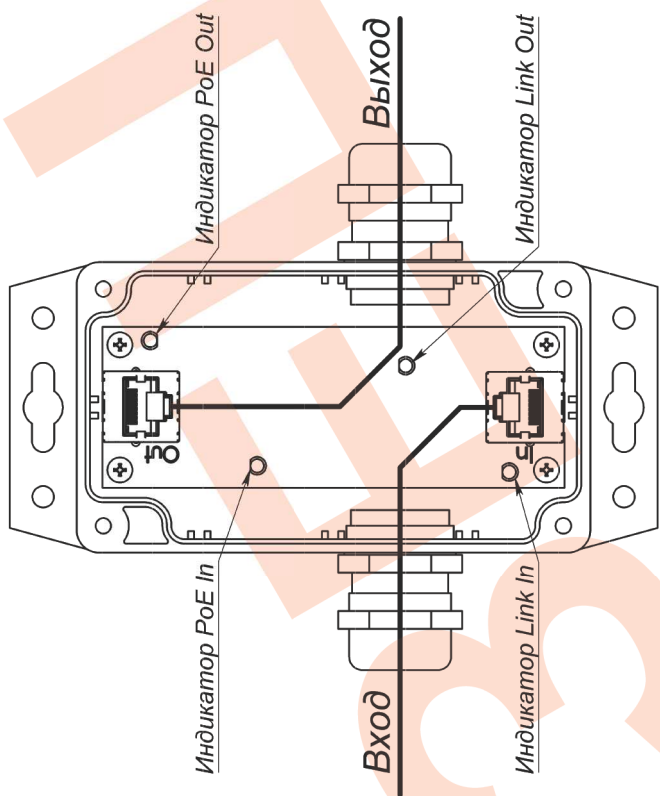

Рис.3 Удлинитель УЛИ-ЕП исп.1 (крышка не показана)
2. Подключите «Входной» и «Выходной» 4-х парные кабели UTP кат.5е или выше к разъемам RJ45 «In» и «Out» платы УЛИ-ЕП исп.1 через гермовводы корпуса «Вход» и «Выход» в соответствии с рис.3.
3. Назначение индикаторов на плате УЛИ-ЕП исп.1 приведено на рис.3.